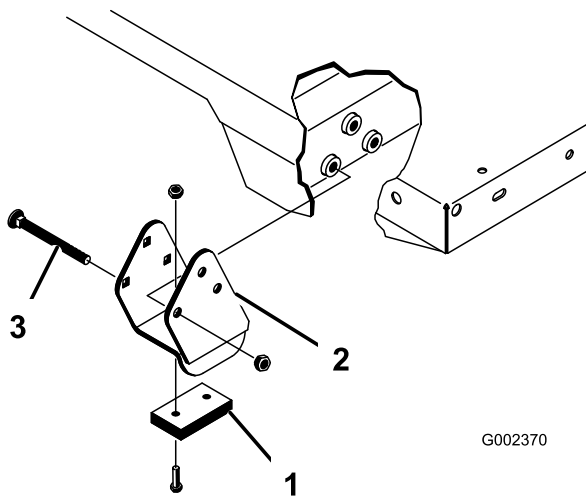

図 35
注 スペーサブラケットとウェアブロック 図 35 はキャリッジボルトで固定しますが、このボルトは必ず頭を機械内側に向けてください。
2. 荷台を慎重に車両フレームの上に乗せる 後部にある荷台のピボットプレートの穴とリアフレームチャンネル鋼材の穴を揃えて、クレビスピンとリンチピン各2個を取り付ける 図 35。
4. クレビスピンは荷台の外側から差し込み、リンチピンが荷台の外側に向いているようにする 図 35。